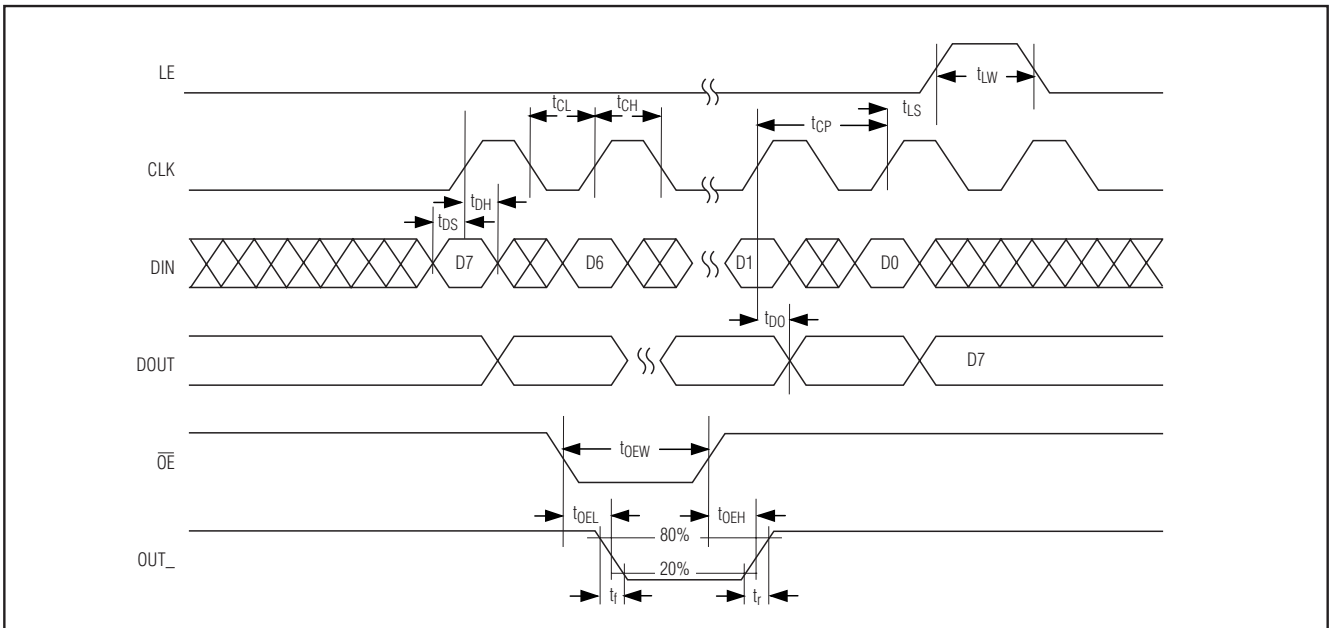
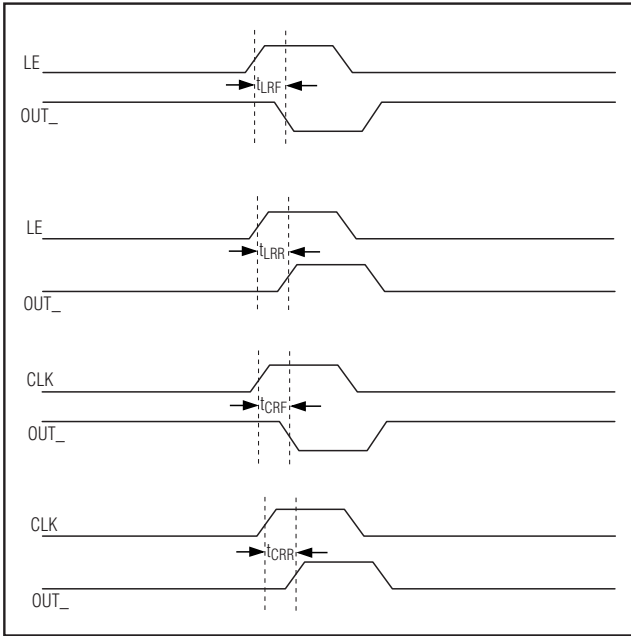

图2. 4线串口时序图
图3. LE和CLK输入至OUT\_输出的时序图
**Note 2:** See Figure 3.
MAX6970采用4线串口，使用4个输入 (DIN、CLK、LE和 $\overline{OE}$ ) 和1个数据输出 (DOUT)。通过该接口向MAX6970写入显示数据。串口数据字长为8位，即D0-D7。见图2和图3。
LE是MAX6970锁存器的装载输入。LE为高电平时 (锁存器透明传输)，数据由MAX6970的8位移位寄存器传输至8位锁存器，并在LE下降沿锁存数据 (图2)。
DOUT是串行数据输出，在CLK的上升沿将数据从MAX6970的8位移位寄存器移出。DIN输入端的数据移入移位寄存器，经过八个时钟周期后出现在DOUT端。见图2。